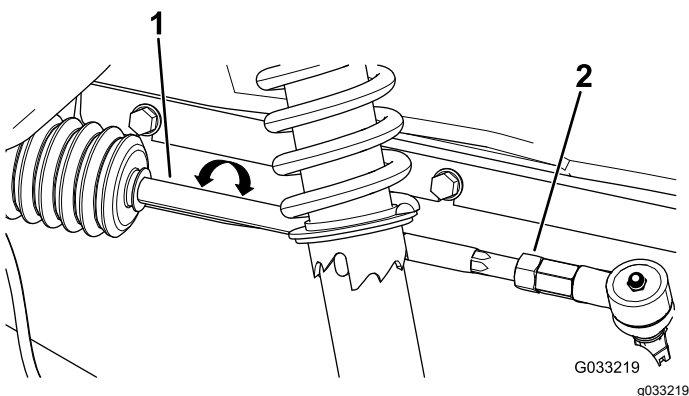

Figure 39
2. Si la mesure n'est pas comprise entre 0 et +/- 3 mm (0 et +/- 1/8 po), desserrez les écrous de blocage aux extrémités extérieures des biellettes (Figure 39).